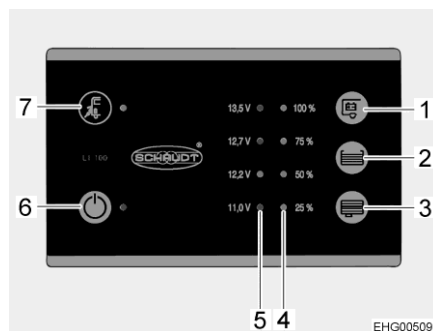

Bild 115 Panel (LT 100)
Den gula lysdioden lyser vid symbolen nätanslutning "⚡" (Bild 115,7) när fordonet är anslutet till en extern nätanslutning. Lysdioden lyser då också med avstängd panel.
- ▷ Av säkerhetsskäl går det inte att koppla till huvudbrytaren 12 V (Bild 115,6) så länge motorn är igång. Därmed kan man inte manövrera panelen under färd.
Med huvudbrytaren 12 V (Bild 115,6) kopplas panelen och bodelens 12 V-försörjning till eller från.
- Tryck på knappen "⏻" (Bild 115,6): 12 V-försörjningen för bodelen är påslagen. Lysdioden lyser grönt.
- Tryck på knappen "⏻" (Bild 115,6) på nytt: 12 V-försörjningen för bodelen är avstängd. Lysdioden släcks.
Lysdiodskalan (Bild 115,5) visar batterispänningen för bodelsbatteriet enligt följande:
- Tryck ner knapp "E" (Bild 115,1): Bodelsbatteriets spänning visas.
Lysdiodskalan (Bild 115,4) visar fyllnivån i färskvattentanken eller avloppstanken.
Visa nivå: Tryck ner knapp "☰" (Bild 115,2): Färskvattentankens fyllnadsnivå visas med hjälp av lysdiod.
Tryck ner knapp "☷" (Bild 115,3): Avloppstankens fyllnadsnivå visas med hjälp av lysdiod.